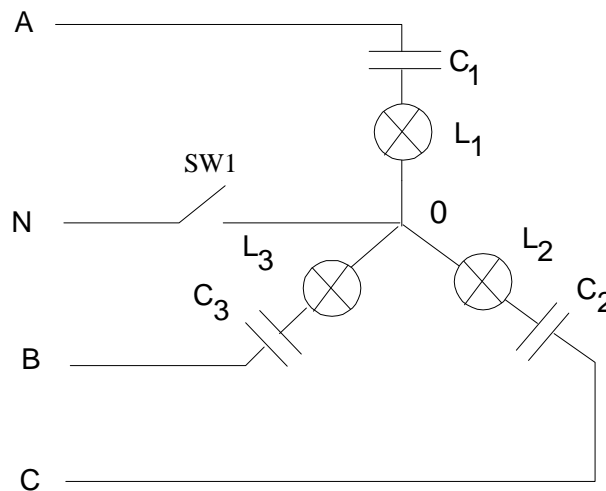

Figura 7.1
6. Para los circuitos mostrados en las figura 7.1 y 7.2 calcule las corrientes de línea y de fase, las tensiones de línea y de fase, la potencia activa por fase y total, la potencia reactiva por fase y total, y el factor de potencia de la carga. La fuente de tensión es un sistema trifásico de 120V de tensión de fase y frecuencia de 60Hz. Las características de la carga son las siguientes:
Montar el circuito de la figura 7.1 y medir las tensiones, corrientes y potencias activas por fase. Medir la potencia activa total y comprobar que $P_t = 3P_f$, $P_t = P_1 + P_2$ (método de los dos vatímetros). Además medir V_{xn} , I_{xn} y determinar V_{no} . Medir la potencia reactiva total. Determine la potencia reactiva por fase. Determine el factor de potencia de la carga. ¿Que relación existe entre las tensiones de línea y las tensiones de fase?. Cerrar el interruptor S. ¿Observa algún cambio?. Explique.